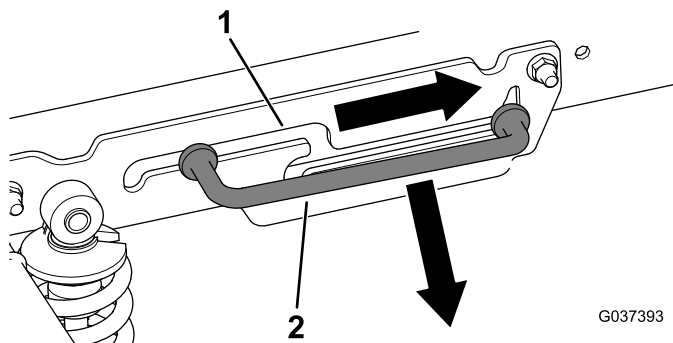

Figure 3
3. Faites glisser la béquille en avant hors de la fente de verrouillage et retirez-la (Figure 3)